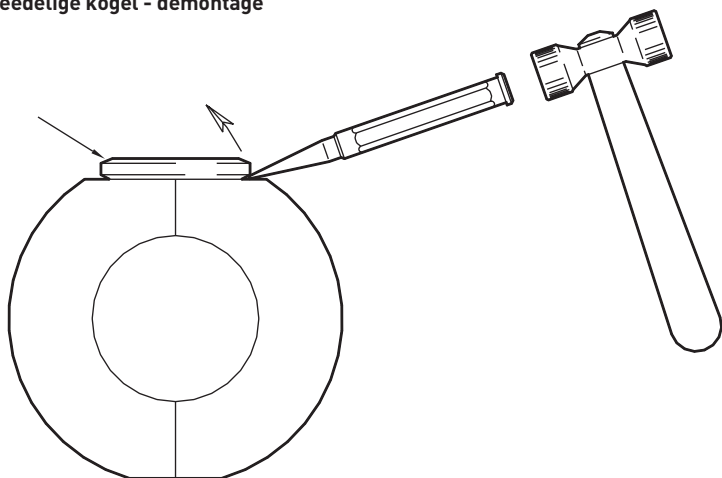

FIG. 1
- 5.1. Schuif de borgring af (zoals weergegeven in fig. 1).